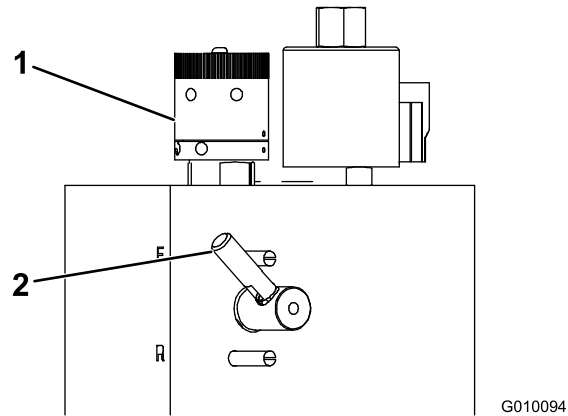

Bild 33
2. Stellen Sie sicher, dass das Lappen-Handrad in der F-Stellung ist (Bild 33).
3. Drehen Sie das Spindeldrehzahlhandrad (Bild 33) auf die Zahl, die Sie in Schritt 1 ermittelt haben.